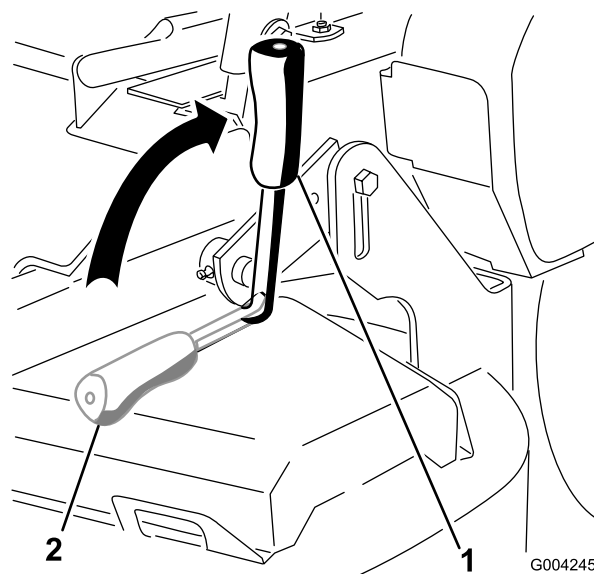

Figure 9
2. Tirez le frein de stationnement vers le haut et l'arrière pour le serrer (Figure 9). Une fois serré, le frein de stationnement ne doit plus bouger.
Poussez le levier du frein de stationnement vers l'avant et vers le bas pour le desserrer (Figure 9).